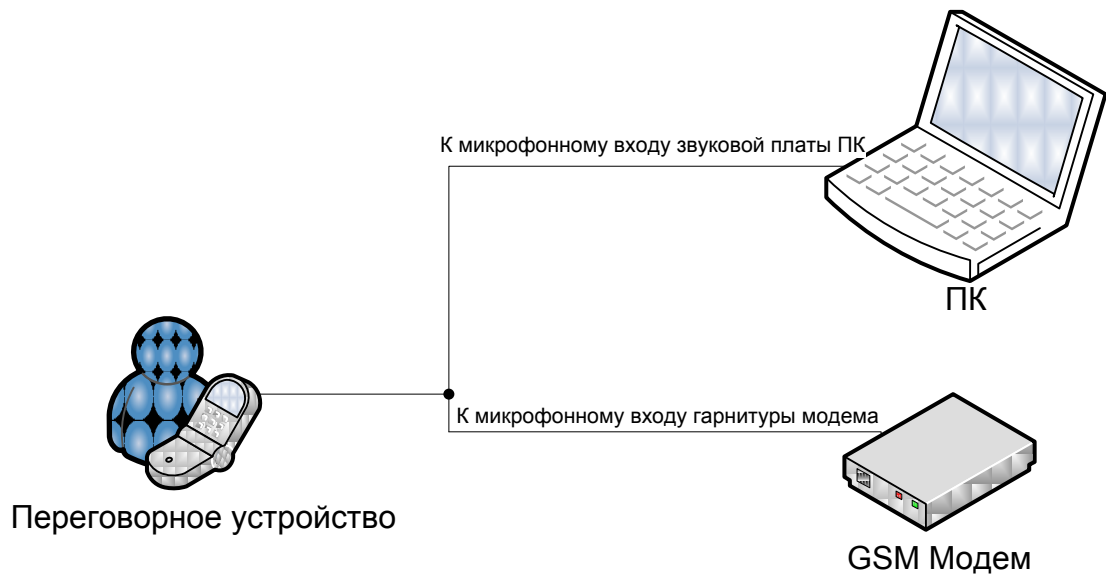

Рисунок 8
–в открывшемся окне «**BDE Administrator**», рисунок 8, перейдите на закладку «**Configuration**», в дереве параметров выберите: «**Configuration**»/«**Drivers**»/«**Native**»/«**PARADOX**»;